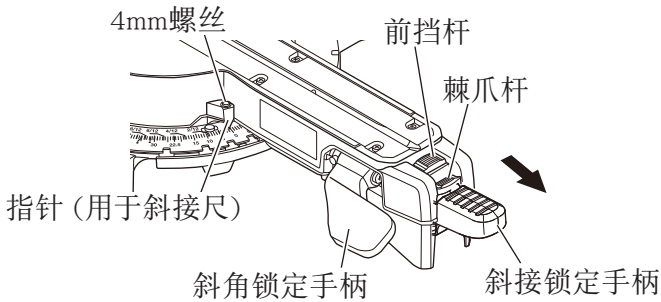

图22
滑动复合式斜口锯的斜接尺会显示从 0° 到 45° 的左右斜切角度，易于读取。斜口锯工作台有九种最常见的角度设定，前挡块分别位于 0° 、 15° 、 22.5° 、 31.6° 和 45° 的位置。此类前挡块可准确快速地将刀片定位在所需的角度的。遵循以下过程，进行最准确快速的调整。（图22）
- (1) 向上推斜接锁定手柄，释放回转台。
- (2) 向下推前挡杆直至搭上棘爪杆，以释放“前挡块”。
- (3) 旋转回转台，并将指针设定为与所需的斜接尺角度对齐。此时，当使用前挡块功能时，如图22所示，在所需角度附近沿箭头方向拉动棘爪杆将其释放，并通过前挡块功能移动回转台，将其固定到所需的角度的位置。
棘爪杆（图22）